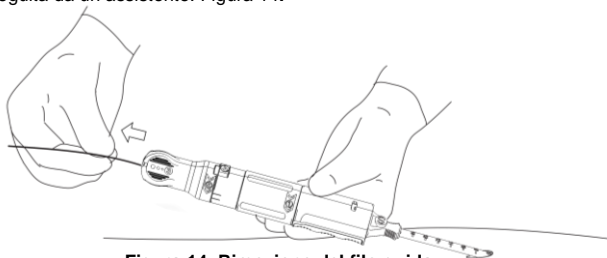

Figura 14. Rimozione del filo guida.
- a. Individuare l'indicatore contrassegnato con il numero '3' e rimuovere completamente il filo guida dal dispositivo di chiusura PerQseal® e dal paziente. La rimozione del filo guida può essere eseguita da un assistente. Figura 14.